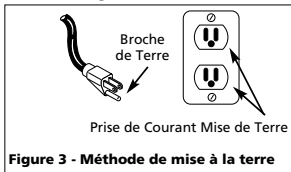

Figure 3 - Méthode de mise à la terre
- Le produit est conçu pour l'utilisation d'un circuit de 120 volts et a une fiche de mise à la terre comme celle indiquée sur la Fig. 3. S'assurer que le modèle soit branché à une prise de courant qui a la même configuration que la fiche. Ce produit doit être mis à la terre. Dans l'événement d'un court-circuit, la mise à la terre diminue le risque de secousse électrique en fournissant un fil d'échappement pour le courant électrique. Ce produit est équipé d'un cordon qui a un fil de terre avec une fiche de terre. La fiche doit être branchée dans une prise de courant qui a été installée et mise à la terre correctement en respectant tous les codes et règlements locaux.